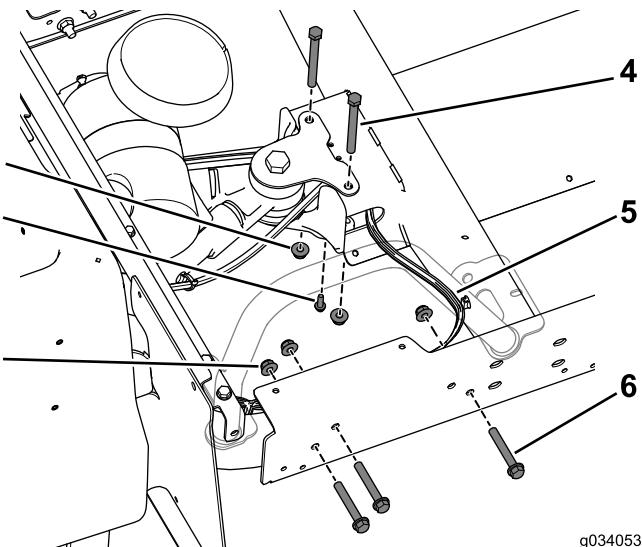

图28
8. 使用 3 个螺栓  $3/8 \times 2-1/2$  英寸和凸缘螺母将延长轨道松松地安装到后机架上图28。对机器的两侧均执行此操作。
**注意** 确保线束出口在中央通道右侧图28。
9. 使用自攻螺丝  $1/4 \times 3/4$  英寸将刹车线三通连接到中央通道上图28。
10. 使用 2 个螺栓  $3/8 \times 3-3/4$  英寸和凸缘螺母将中央通道松松地安装到后底座上图28。